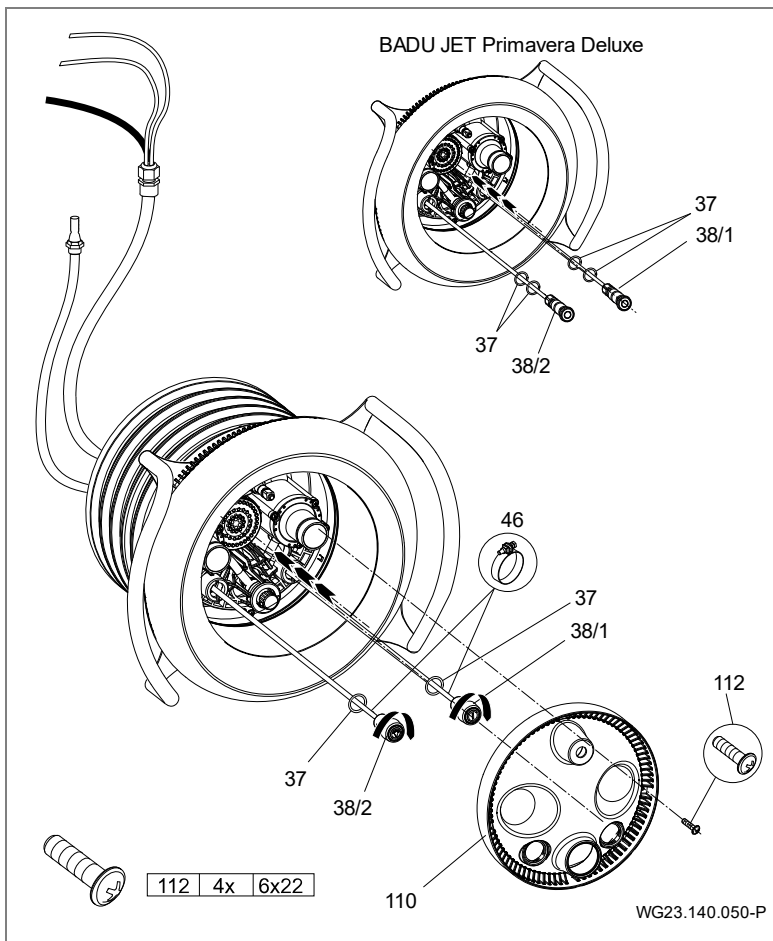

Fig. 19
8. Primavera : Glisser respectivement un joint torique (37) sur les boutons-poussoirs pneumatiques (38/1 ; 38/2). Fixer les tuyaux pneumatiques aux boutons-poussoirs correspondants à l'aide de pinces pour flexibles (46). Insérer les deux boutons-poussoirs pneumatiques dans le boîtier de buses et verrouiller en tournant en sens horaire. (Fig. 19)
10. Aligner l'enjoliveur en acier inoxydable (93.1) sur les plots de centrage en surplomb sur les évidements disponibles dans le carter d'aspiration (93). Tenir compte du marquage "OBEN" (HAUT) sur l'enjoliveur en acier inoxydable. Pour le blocage de l'enjoliveur, replier les deux languettes latérales latéralement vers l'arrière avec un tournevis. (Fig. 19)